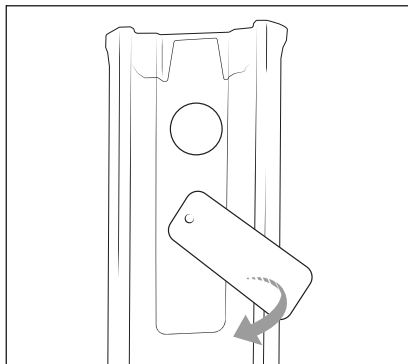

Fig. 6
- 3) Saisissez la languette d'obturation du réservoir d'eau propre ❺ avec les doigts et tirez-la vers le haut pour la sortir de l'orifice de remplissage du réservoir d'eau propre ❺. Faites glisser la languette de fermeture sur le côté (voir fig. 6).